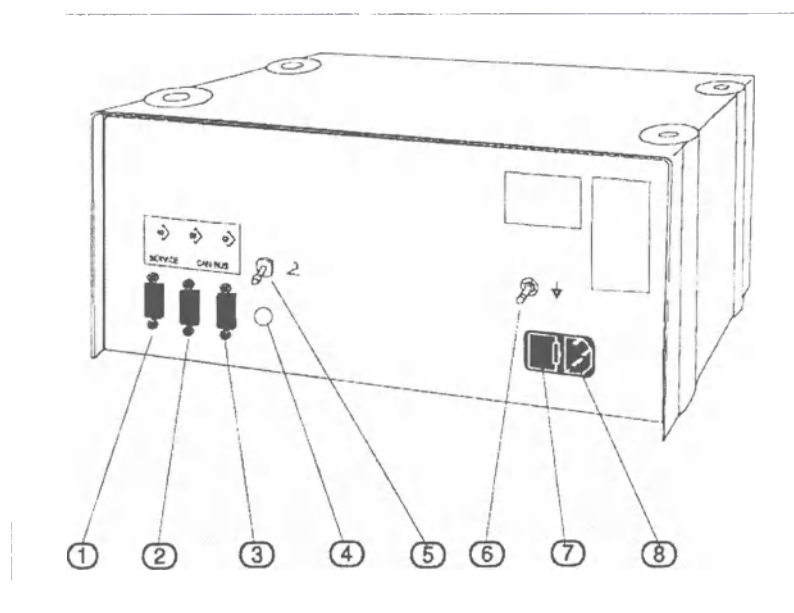
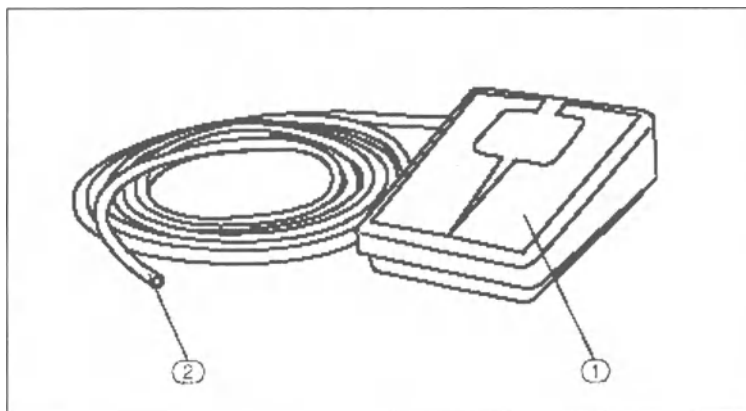

Рис. 5-2 Задняя сторона прибора
Рис. 5-3 Педальный выключатель
Чтобы улучшить видимость в суставе, можно активировать функцию «Wash» педальным выключателем ① (см. рис. 5-3) или с помощью дистанционного управления в течение 10 сек. Поток в суставе увеличивается таким путем до максимальной скорости. Присоедините шланг ② педального выключателя на задней стороне прибора к позиции ⑤ (см. рис. 5-2, стр. 9).